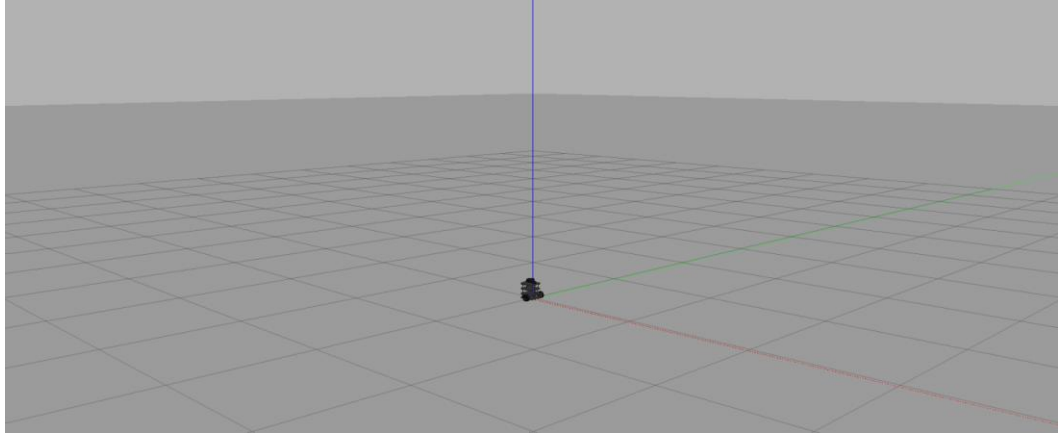

Рис. 5. Пустой полигон
- empty_world – пустой полигон, включающий в себя запуск только робота (рис. 5):